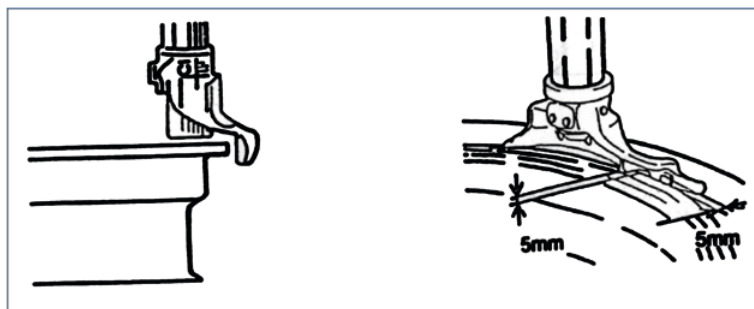

fig11
Placez le bras vertical en position de travail, approchez la tête de montage/démontage de la jante, à environ 4-5mm (Fig. 11), puis bloquer le bras à l'aide du bouton de verrouillage.
A l'aide du levier, posez le talon sur la tête de montage/démontage (figure 11). Appuyez sur la pédale d'écartement des mors (9) pour faire tourner le plateau dans le sens des aiguilles d'une montre, puis démontez le pneu.